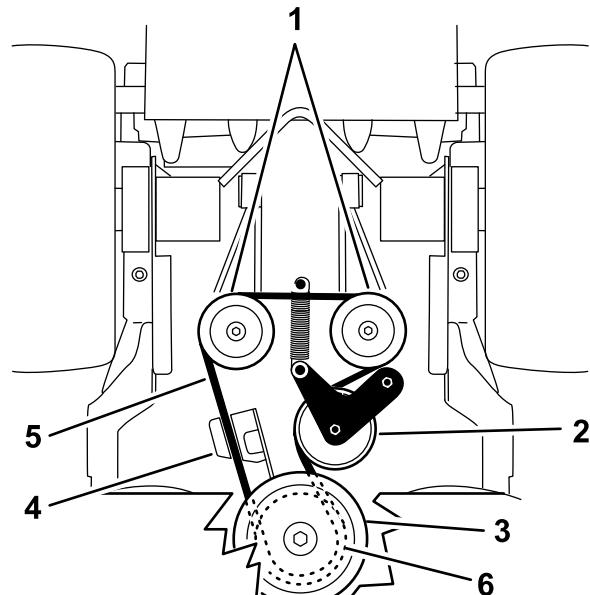

図 68
5. アイドラスプリングをフレームから外す（図 68）。
7. アイドラスプリングをフレームに取り付け（図 68）。